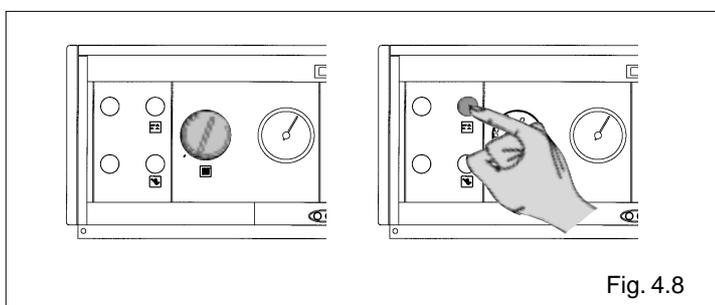

Fig. 4.8
- se modifique la regulación del termostato de la caldera (fig. 4.8);
- se intervenga en el interruptor principal del panel de mandos (fig. 4.8);